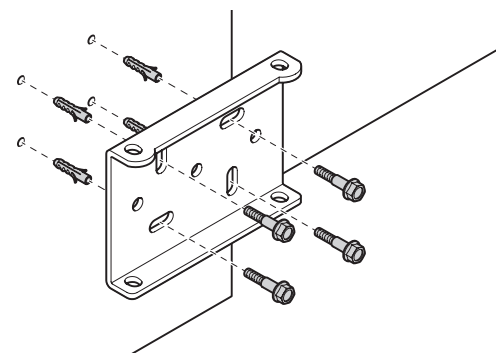

Abb. 5
03. Den hinteren Bügel des Motors unter Berücksichtigung der vorgesehenen Quoten an der Mauer befestigen (**Abb. 5**).